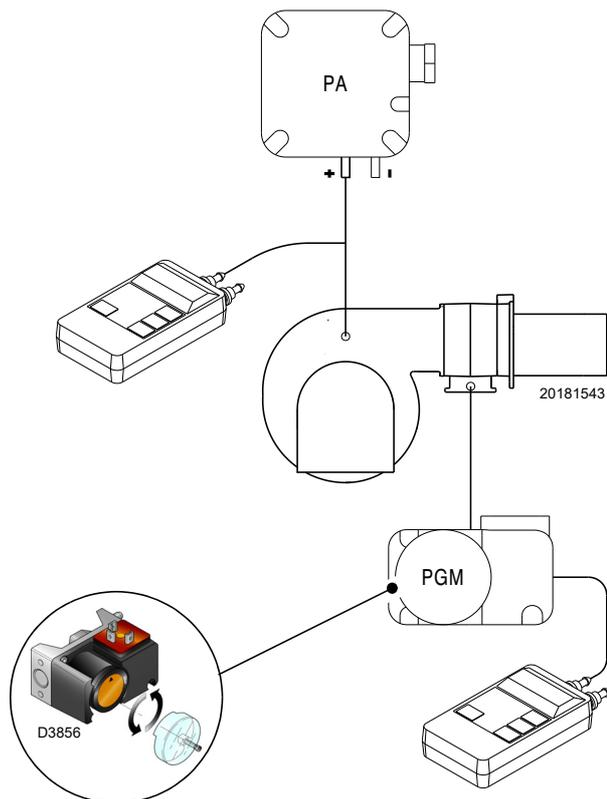

图 32
- ▶ 调节最大燃气压力开关（第 35 页图 32）到量程的终止位置。
在完成所有其他燃烧器调整后，调整最大气体压力开关（图 32），并将最大气体压力开关设置在刻度的末端。